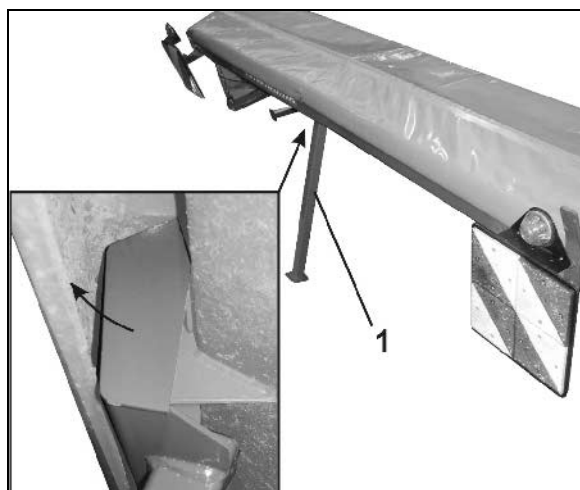

Fig. 14
6. Lyft upp **C-Drill** med lyftredskapet och sänk ner den på ett jämnt underlag, så att avställningsstödet (Fig. 14/1) kan monteras.
Placera avställningsstödet bakom den främre behållarväggen och dra det framåt (Fig. 14).